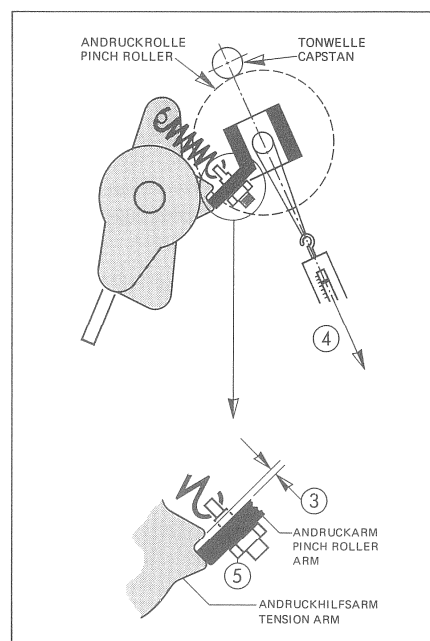

Fig. 3.3.4
Die Andruckkraft der Andruckrolle mit einer Federwaage (0-2,5kp) messen. Sie soll im Moment des Abhebens der Andruckrolle von der Capstanachse 1,6kp $\pm$ 0,1kp betragen. Die Justierung erfolgt mit der Sechskantmutter (5) (SW 7) am Andruckarm (Fig. 3.3.4).
Measure pinching force of the pressure roller with a spring balance (0-2.5 kp). At the moment when the pressure roller lifts off the capstan shaft, it should measure 1.6kp $\pm$ 0.1kp. Correct the force by adjusting the hexagon nut (5) (SW 7) at the pressure arm (Fig. 3.3.4).
The clearance can be checked by manually pressing the pressure roller lightly against the capstan shaft and alternately pressing the PLAY and the STOP key (see Fig. 3.3.4).